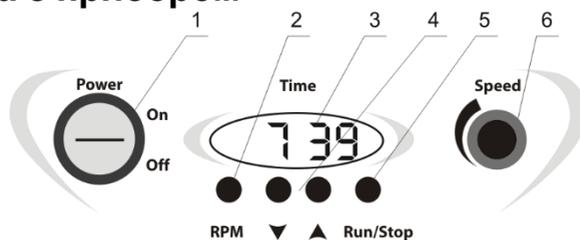

Рисунок 1. Панель управления
- 5.3 Включите прибор с помощью выключателя **Power** (рис. 1/1) (положение **On**), при этом загорится дисплей (Рис. 1/3). В режиме ожидания дисплей отображает установленное время или установленную скорость (если нажата кнопка **RPM**). В рабочем режиме дисплей отображает время работы или фактическую скорость движения платформы (если нажата кнопка **RPM**).
- 5.4 При помощи кнопок **▼** и **▲** (рис. 1/4), установите необходимый интервал времени работы, руководствуясь показаниями на дисплее. Установленные параметры отображаются на дисплее в часах и минутах (чч:мм).
- 5.5 Установите скорость при помощи регулятора скорости **Speed** (рис. 1/6). Индикация скорости отображается на дисплее во время изменения положения регулятора **Speed**.
- 5.6 Нажмите кнопку **Run/Stop** (рис. 1/5), начнется движение платформы прибора.
- 5.9 При необходимости можно произвести остановку до достижения установленного интервала времени нажатием кнопки **Run/Stop** (рис. 1/5), при этом на дисплее в течение 2 секунд высвечивается интервал времени, прошедший до момента остановки платформы, а затем установленное время.